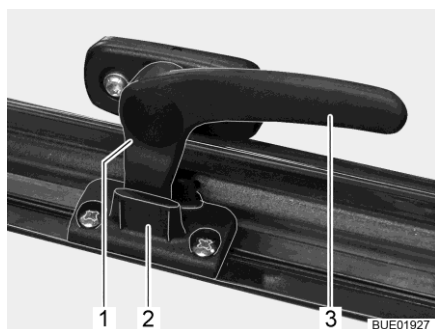

Fig. 13 Leva di serraggio in posizione "Aerazione continua"
- In posizione di "Aerazione continua" (Fig. 13)
- Ruotare la leva di serraggio (Fig. 13,3) di un quarto di giro verso il centro della finestra.
- Ruotare la leva di serraggio di un quarto di giro verso il telaio della finestra. Riportare contemporaneamente il nasello di chiusura (Fig. 13,1) nella rientranza della chiusura della finestra (Fig. 13,2).